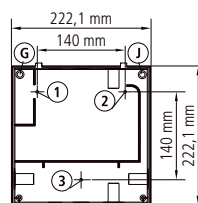
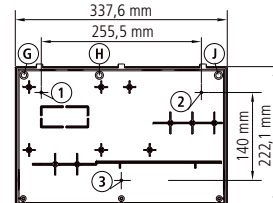

FIG.3a
FIG.3b
- Realizar los 3 taladros para fijación de la caja en los centros indicados 1,2,3. (Fig.3a ó Fig.3b)
- Acabar de taladrar los agujeros G, H, J con una broca de 4 mm. (Fig.3a ó Fig.3b)
- Juntar el frontal con la caja, a través del panel, y apretar los tornillos de 45 mm a través de los taladros D,E,F,G,H,J (Fig.3a ó Fig.3b)